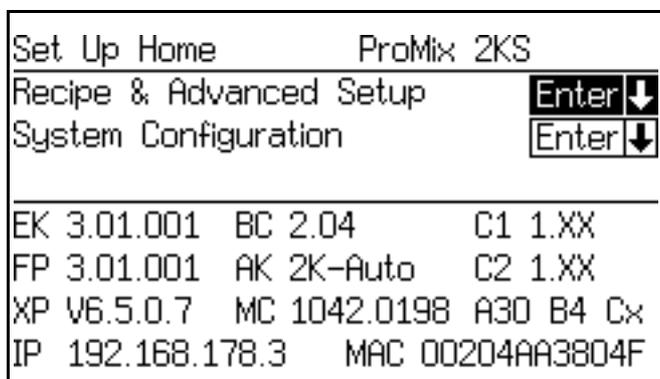

FIG. 106. Écran d'accueil de la configuration
1. Sur l'EasyKey, appuyez sur la touche de configuration  pour accéder à l'écran d'accueil de configuration. Sélectionnez Configuration système pour avoir accès aux écrans de configuration. FIG. 106 .